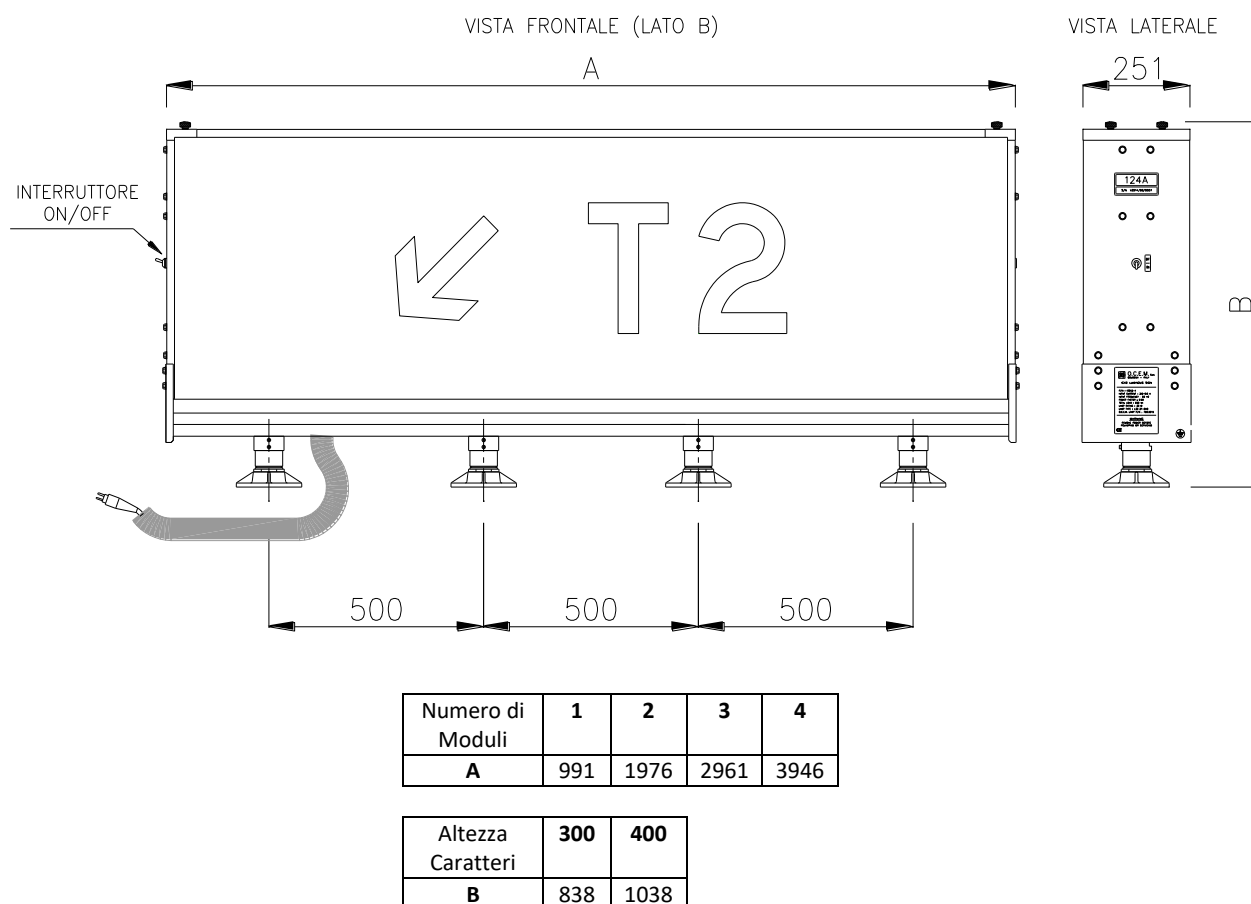

Figura 1 - Dimensioni di Ingombro
Le tabelle sono praticamente costituite da (vedi Figura 1 - Dimensioni di Ingombro)
- a) Prendere a riferimento la Figura 1 - Dimensioni di Ingombro, per l'interasse dei giunti di rottura.